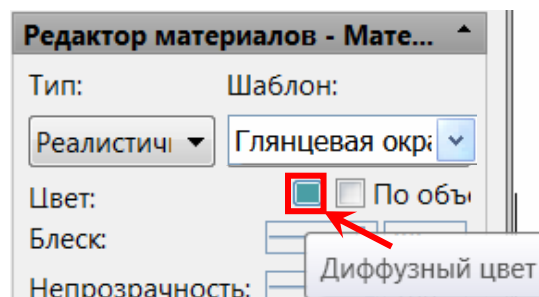

Рис. 6.3
7. Для задания цвета материала щёлкнуть по кнопке **Диффузный цвет** (рис. 6.3), на закладке **Вся палитра** выбрать из списка **Цветовую модель – RGB**, задать значение **R(красный): 42**, **G(зелёный): 137**, **B(синий): 239**, **ОК**.